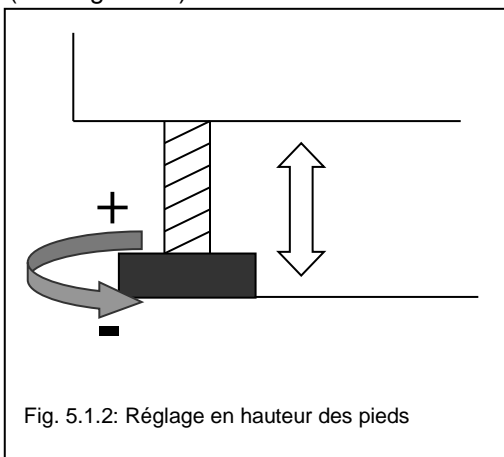

Fig. 5.1.2: Réglage en hauteur des pieds
**5.1.2** L'appareil doit impérativement être mis en place de niveau. Utilisez pour la mise à niveau les pieds réglables (voir Fig. 5.1.2).